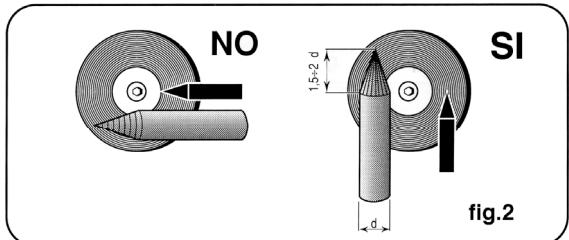

fig.2
E necessária uma particular atenção na preparação da ponta do eléctrodo, esmerilha-la de modo que a presente estria vertical como é indicado na fig. 2.
- Esmerilhar a extremidade do eléctrodo de tungsténio de forma cónica para um comprimento de 1,5-2 vezes o diâmetro do eléctrodo (fig. 2).